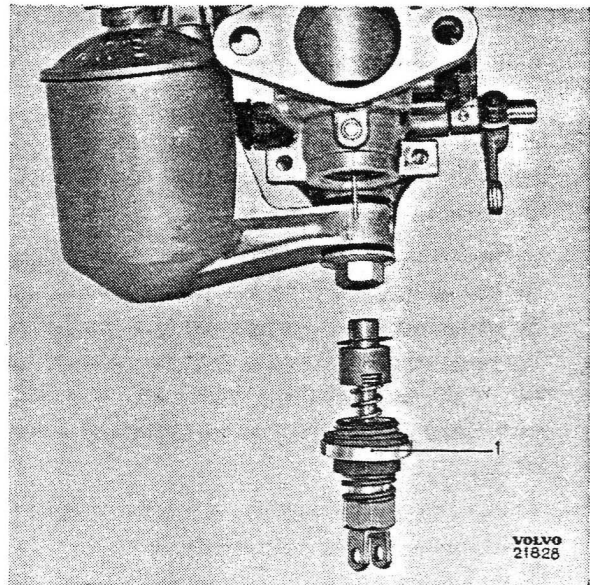

Bild 1-84. Düseneinheit, zusammengesetzt (SU)
3. Die Düse zusammen mit den übrigen zusammengesetzten Teilen in das Vergasergehäuse hineinschieben, siehe Bild 1-84. Gegenmutter lose aufschrauben. Düse wie weiter unten beschrieben zentrieren, und dann den Gelenkhebel sowie die anderen ausgebauten Teile montieren.